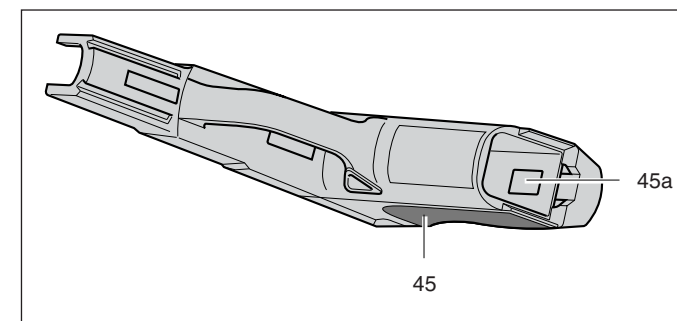

Fig. 13
9. Presser le téton d'arrêt 45a dans le logement de chargeur et enlever la plaquette de crosse 45 (Fig. 13).